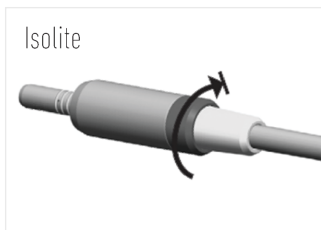

FIG. 4
3. Hold motoren fast, og skru slangens muffe helt på den bageste motortilslutning. (FIG. 4).